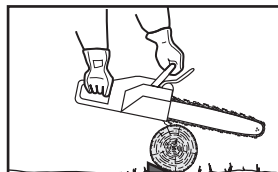

Rys. 33
4. W przypadku cięcia dłużycy na kłody na wzniesieniu należy zawsze stać powyżej dłużycy (rys. 33). W celu zachowania pełnej kontroli podczas „przecinania”, należy zwolnić nacisk pod koniec cięcia, nie zwalnając pewnego chwytu urządzenia. Nie dopuszczaj do kontaktu łańcucha z podłożem. Przed przeniesieniem urządzenia po zakończeniu cięcia zaczekać, aż łańcuch tnący się zatrzyma. Zawsze wyłączać silnik przed przejściem do następnego drzewa.